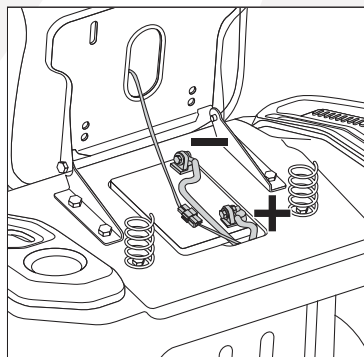

Fig. 7
2. Conecte el cable negativo (negro) al terminal negativo de la batería usando el tornillo y la tuerca con un par de torsión de 2 a 4 lb-pie. (Fig. 7)